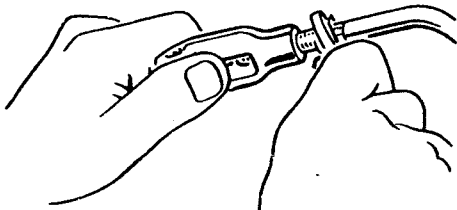

Bild 183. Einstellen der Stangenlänge der Feststellbremse
3. Durch Drehen der Einstellgabel (Bild 183) sämtliche Spiele in der Betätigung beseitigen,